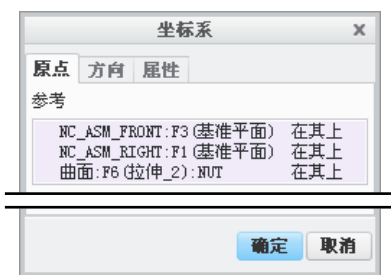
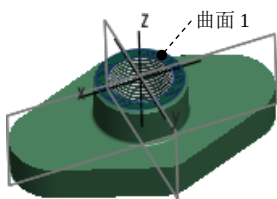

图 19.3.48 “坐标系”对话框
图 19.3.49 所需选取的参照平面
Step3. 机床坐标系设置。在“设置：操作”操控板单击按钮，在弹出的菜单中选择命令，系统弹出图 19.3.48 所示的“坐标系”对话框。按住 Ctrl 键依次选择 NC_ASM_FRONT、NC_ASM_RIGHT 基准面和图 19.3.49 所示的曲面 1 作为创建坐标系的三个参照平面，单击按钮完成坐标系的创建，返回到“设置：操作”操控板。单击按钮，此时系统自动选择了新创建的坐标系 ACS0 作为加工坐标系。